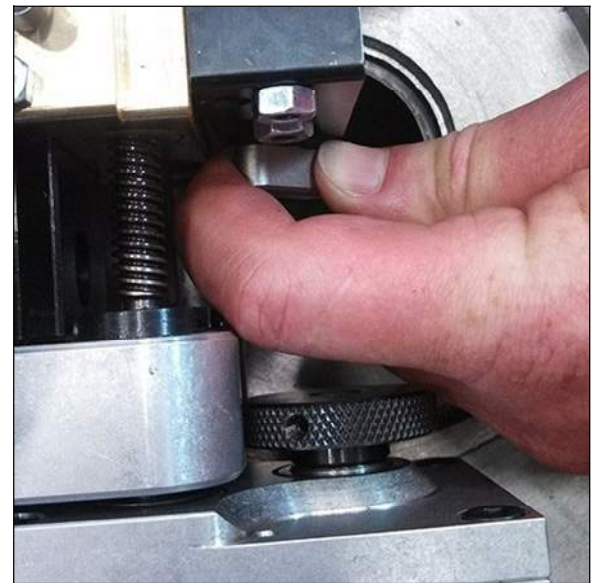

ABBILDUNG 3-27. SICHERUNGSSCHRAUBE AXIALFÜHRUNG (FF1200 DARGESTELLT)
5. Ziehen Sie die Sicherungsschraube der Axialführung handfest an (Abbildung 3-27).
17. Kontermutter (siehe Abbildung 3-27) an der abgesenkten Stellschraube anziehen.